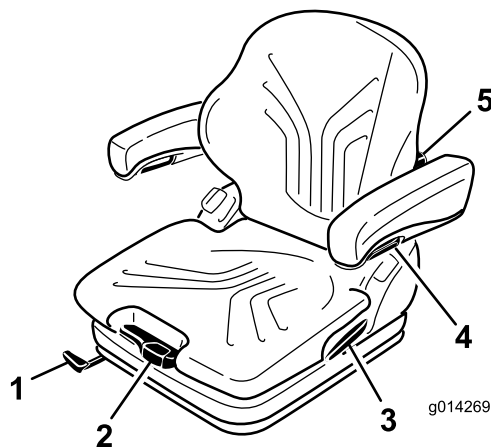

図 16
そして、体重調整レバーを使って、運転する人の体重に合わせて調整します(図 16)。
- 調整は、レバーを引き上げてシートのロックを解除して行います(図 16)。
調整ノブを上に戻すと背もたれの上部の湾曲の調整ができます。調整ノブを下に戻すと背もたれの下部の湾曲の調整ができます 図 16。
アームレストの高さを調整するには、カバーについている丸いキャップ 図 16を外し、裏側にある六角ナット(13 mm)をゆるめて高さを調整し、その位置でナットを締めつけます。ナットにキャップを取り付けます。
アームレストの角度はノブを回して調整します 図 16。
ロックレバーを引いてバックレストキャッチを外します 図 16。この時、背もたれにもたれかかるなどして力を掛けないようにしてください。